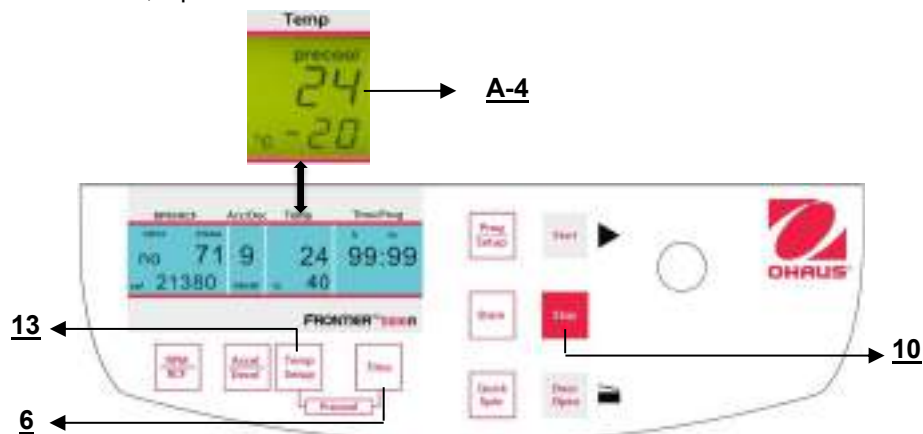

Figura 20
Se i campioni sono sensibili alla temperatura, è utile preraffreddare la centrifuga, il rotore e in ultimo i contenitori alla temperatura di funzionamento necessaria. Perciò, inserire il rotore desiderato e preimpostare la rispettiva temperatura. Si avvia il ciclo premendo simultaneamente i tasti **"Temp/Setup"** (13) (fare riferimento alla figura 20) e **"Time"** (6). Durante il funzionamento, il gruppo sceglie automaticamente una velocità di rotazione equivalente al 20% della velocità di rotazione del rispettivo rotore. Dopo aver raggiunto la temperatura preimpostata, è possibile lasciare il ciclo di preraffreddamento con il tasto **"Stop"** (10). Secondo il rotore inserito, il preraffreddamento va da circa 10 a 20 minuti.